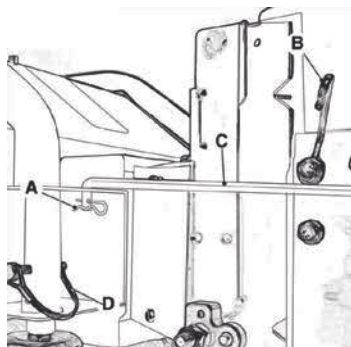

Рисунок 11
- а) Снимите штифт В (рисунок 11 А) с направляющей штанги (рисунок 11 С);
- б) Вытяните направляющую штангу (рисунок 11 С) из устройства.
- в) Положите направляющую штангу (рисунок 11 С) на крюк, чтобы предотвратить её падение.
- a) Снимите направляющую балку (рисунок 11 С) с крюка (рисунок (11 В).
- b) Снимите штифт (рисунок 11 А) на направляющей балке (рисунок 11 С).
- c) Выжмите направляющую балку (рисунок 11 С) в отверстие насадки подметальной машины.
- d) Установите штифт (рисунок 11 А) в направляющую балку (рисунок 11 С). Теперь подметально-уборочная машина готова к работе.